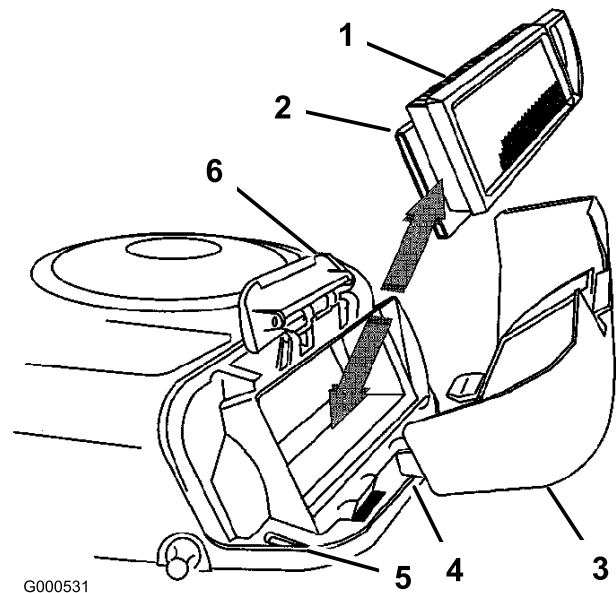

Figure 31
5. Sortez avec précaution les éléments en papier et en mousse du carter de soufflante (Figure 31).
- Placez les languettes du couvercle du filtre à air en face des fentes du carter de soufflante (Figure 31). Accrochez la poignée sur le couvercle et appuyez dessus pour verrouiller le couvercle en place.